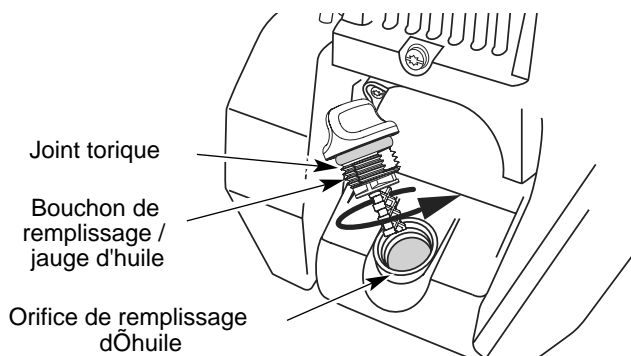

Fig. 53
6. Si le niveau est trop bas, ajoutez un peu d'huile par l'orifice et vérifiez (Fig. 53). Continuez jusqu'à ce que le niveau d'huile atteigne le haut de la jauge.
REMARQUE : Assurez-vous que le joint torique est mis sur le bouchon de remplissage / jauge d'huile au moment de la vérification et du changement d'huile (Fig. 53).
3. Versez l'huile de l'orifice de remplissage dans un récipient en inclinant l'appareil à la verticale (Fig. 53). Allouez assez de temps pour une vidange complète.